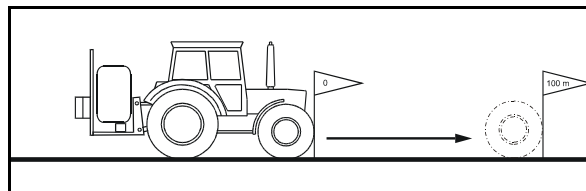

Bild 61
2. Markera start- och slutpunkt (Bild 61).